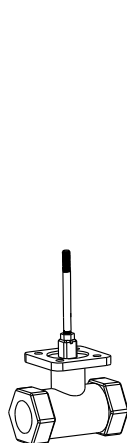

图 4
- 如图 4，将螺杆旋入阀杆，用扳手把螺母上紧，防止螺杆松动。